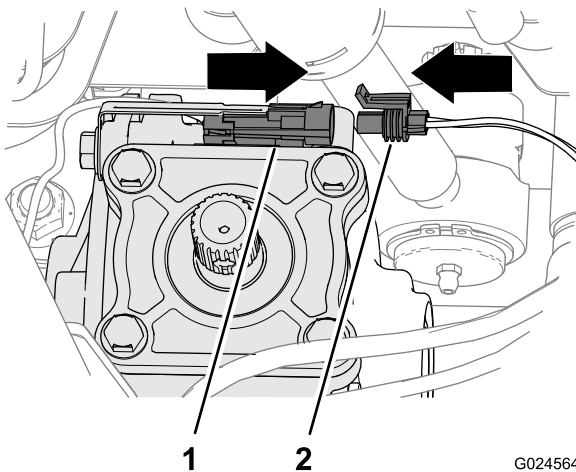

Bild 51
5. Stecken Sie den 2-Buchsen-Stecker des Maschinenkabelbaums in den 2-Stift-Stecker am Differenzial (Bild 51).